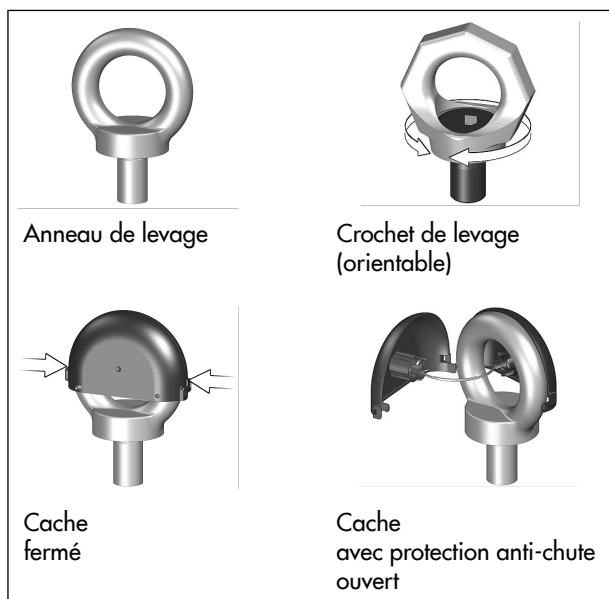

Fig. 7 : Protection anti-chute au niveau de l'anneau de levage/crochet de levage
1. Appuyer légèrement sur les deux clips d'attache situés de chaque côté du cache de l'anneau de levage pour l'ouvrir et le retirer, cf. Fig. 7.
6. Une fois le montage effectué : retirer les élingues de levage puis rattacher et fermer le cache de l'anneau de levage, cf. Fig. 7.